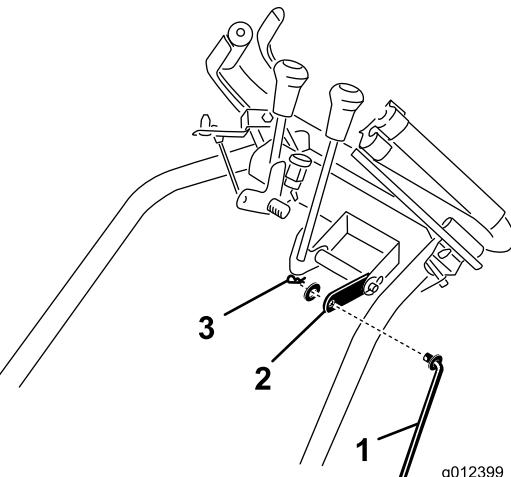

図5
5. シフト・ロッドの上端をシフト・リンクに差し込む(図5)。先ほど取り外したワッシャとヘアピン・コッターを使って、ロッド端をリンクに固定する。